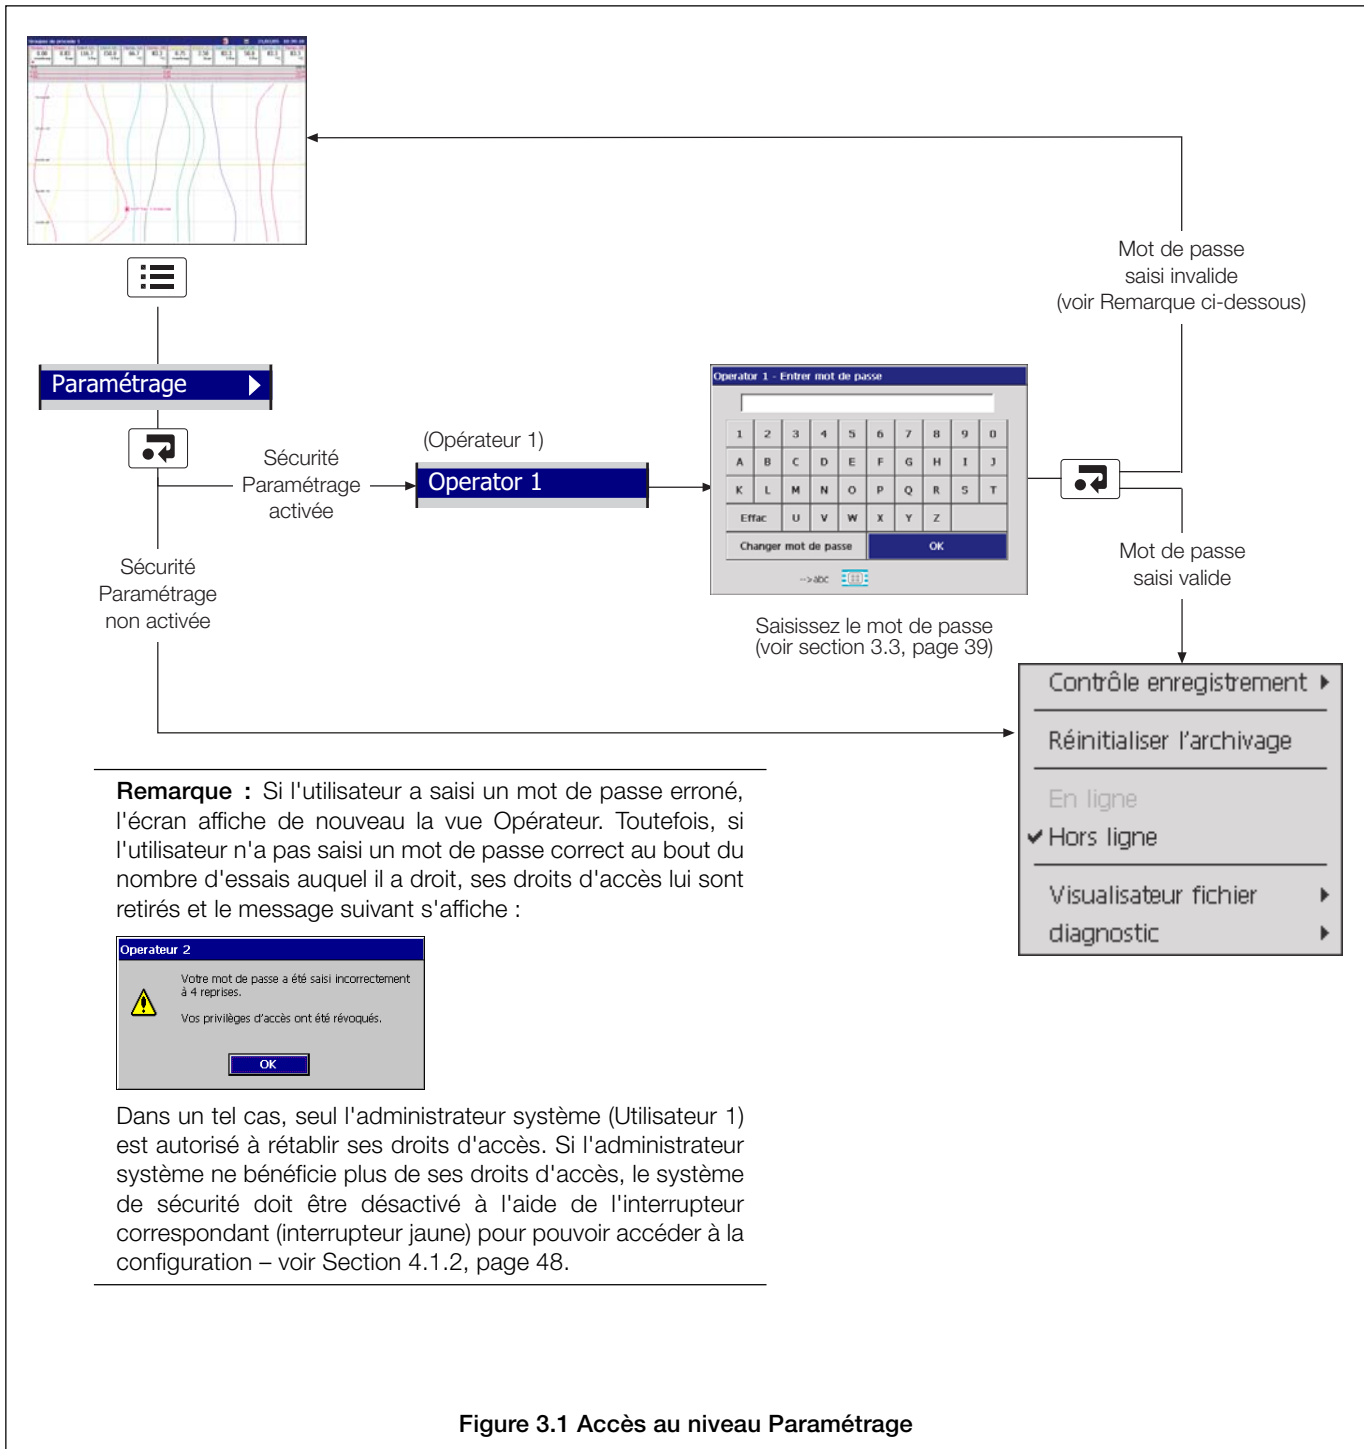

Figure 3.1 Accès au niveau Paramétrage
3.2 Accès au niveau Paramétrage – Figure 3.1